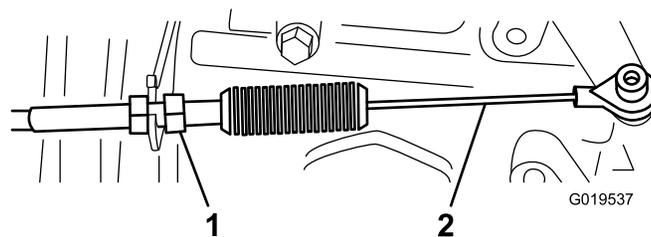
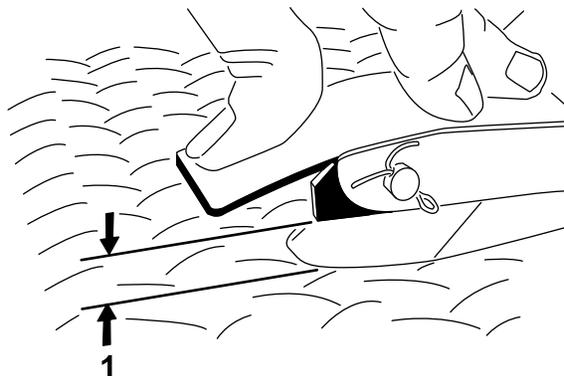

Figura 68
Figura 69
2. Ajuste la articulación esférica del cable del acelerador (Figura 68) hasta que haya 2,54 a 6,35 mm de holgura entre el brazo del pedal del acelerador y el borde superior del dibujo a rombos de la chapa de suelo (Figura 69) al aplicar una fuerza de 11,3 kg al centro del pedal.
3. Apriete la contratuerca (Figura 68).